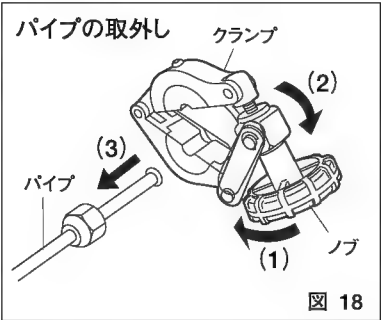

図 18
② (1) ノブを緩め、(2) クランプを開き、(3) パイプを外してください。(図18)